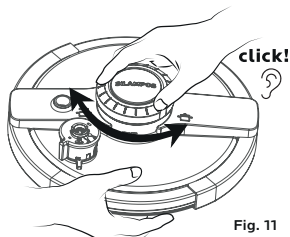

Fig. 11
- 10 - Levante a tampa com uma mão e com a outra teste o botão de abertura/fecho antes de utilizar a tampa. Este deve rodar nos dois sentidos sem dificuldade, ouvindo-se um click em cada limite (Fig.11);